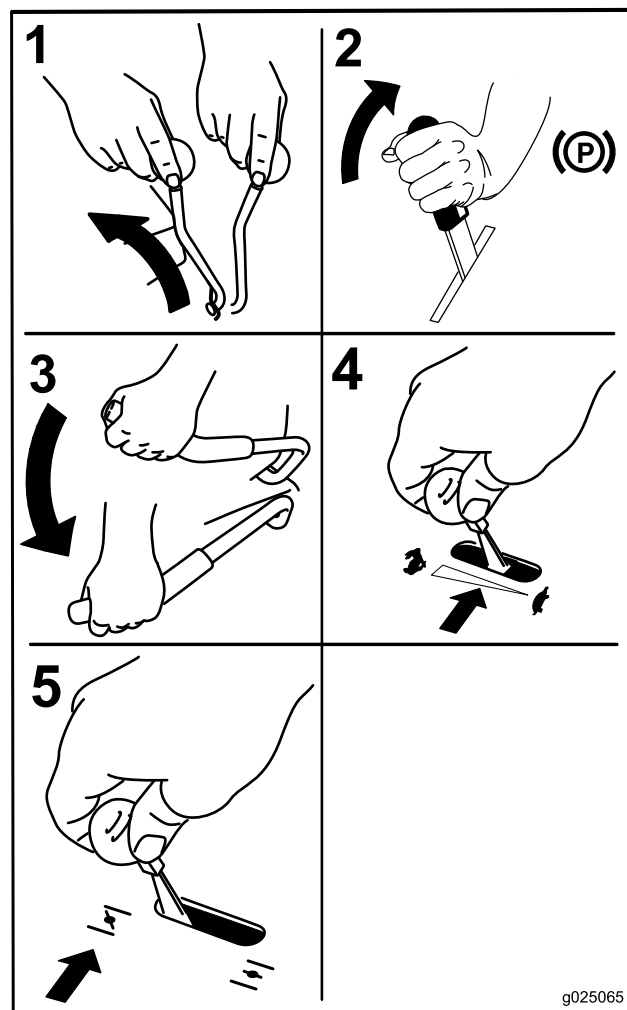

Figure 15
3. Placez le levier d'engagement de PDF en position ARRÊT (Figure 15).